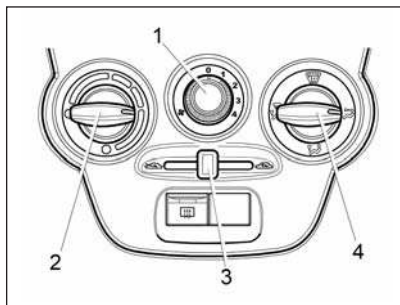
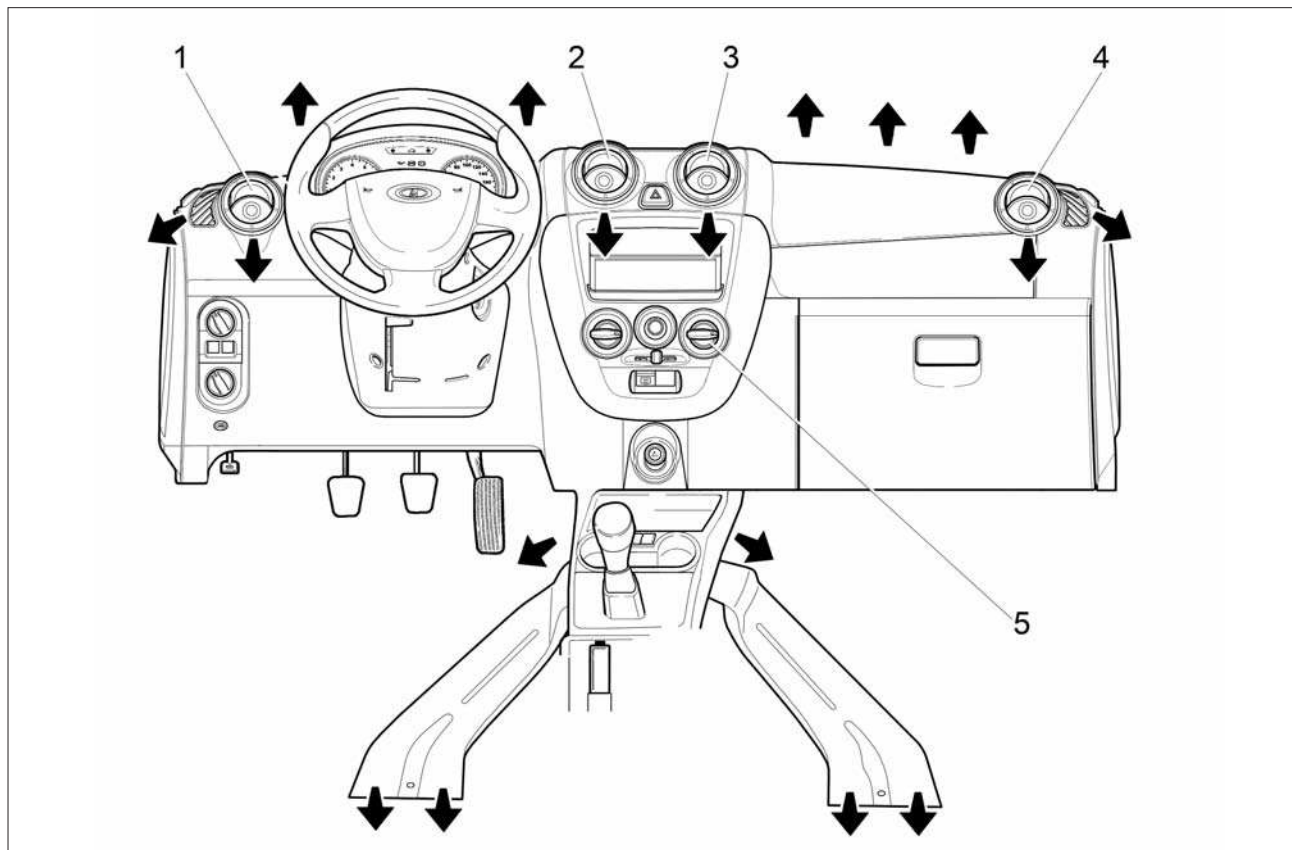
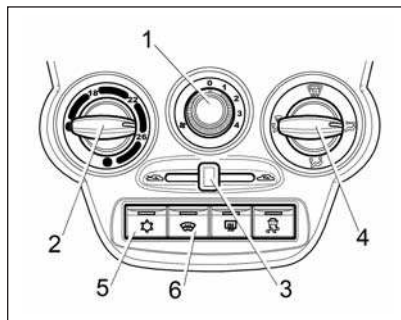

Рис. 38. Блок управления системой вентиляции и отопления
Рис. 39. Направления потоков воздуха из дефлекторов и воздуховодов
Рис. 40. Блок управления климатической системой (в варианном исполнении)
Отопительно-вентиляционная установка автомобиля предназначена для создания в салоне комфортной температуры воздуха, значение которой регулируется блоком управления системой вентиляции и отопления (рис. 38). Однако она не может обеспечить в салоне температуру ниже, чем имеет наружный воздух.
Непосредственным воздействием на дефлекторы сопел 1, 2, 3 и 4 (рис. 39) регулируется интенсивность подачи воздуха путем изменения положения дефлекторов вплоть до полного их закрытия. Открытие нужного сопла производится нажатием на специальное углубление в дефлекторе. Вращением дефлектора регулируется направление воздушного потока.
- **рукоятку 4** (см. рис. 38) установить в зависимости от желаемого направления потока;
- **сопла 1 и 4** (см. рис. 39) отрегулировать по направлению и силе потока (рукояткой переключателя 2, см. рис. 38), в зависимости от желаемого направления и силы потоков;
– **рукоятку 3** (см. рис. 38 и рис. 40) перевести в крайнее левое положение ;
– **рукоятку 4** (см. рис. 38) установить в положение ;
– **сопла 1 и 4** (см. рис. 39) направить на соответствующие боковые стекла в зону наибольшего запотевания;
– **рукоятку 2** (см. рис. 38) установить в положение подачи максимально теплого воздуха (красная точка) в холодное время года (максимально холодного воздуха в теплое время года, кроме того, рекомендуется включать кондиционер при наличии);
– **рукоятку 1** (см. рис. 38) поставить на скорость в зависимости от степени запотевания стекла.
При мойке автомобиля нельзя включать вентилятор климатической системы, что соответствует положению «0» рукоятки 1 (см. рис. 38).
– **рукоятку 2** (см. рис. 38) установить в положение подачи максимально теплого воздуха;
– **сопла 1 и 4** (см. рис. 39) направить на соответствующие боковые стекла в зону наибольшего обледенения;
– **рукоятку 1** (см. рис. 38)
- **рукоятку 4** (см. рис. 38) установите в желаемое положение направления потоков воздуха;
В варианном исполнении (см. рис. 40) климатическая установка имеет дополнительный режим кондиционирования, обеспечивающий охлаждение воздуха, подаваемого в салон автомобиля.
2. Включите вентилятор, установив **рукоятку 1** (см. рис. 40)
В положении  рукоятки 4 хотя бы одно из сопел 1, 2, 3 или 4 (см. рис. 39) должно быть открытым, иначе теплообменник охлаждения воздуха (испаритель) может обледенеть и перекрыть подачу воздуха в салон.
Для установки желаемой температуры воздуха в салоне поверните **рукоятку 2** (см. рис. 40) по часовой стрелке для повышения, против часовой стрелки для понижения. Температура будет поддерживаться автоматически в пределах производительности климатической установки и установленного допуска.
2. Поверните **рукоятку 2** (см. рис. 40 против часовой стрелки в левое положение до упора (синяя точка на блоке управления).
3. Установите **рукоятку 4** своей меткой напротив символа . **Сопла 1 и 4** (см. рис. 39) панели приборов должны быть открыты.
4. **Рукояткой 1** (см. рис. 40) включите максимальную скорость вентилятора климатической установки (положение «4»).
Для включения/выключения ЭОВС нажмите **кнопку 6** (см. рис. 40), при включении загорается индикатор на кнопке выключателя. Контрольный световой индикатор, расположенный на кнопке выключателя, будет светиться желтым светом в течение всего времени работы системы электрообогрева. Система ЭОВС функционирует только при работающем двигателе.